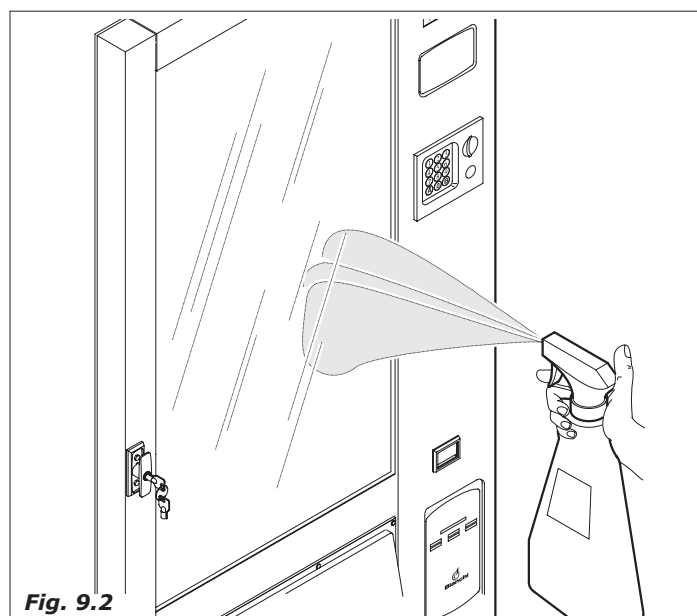

Fig. 9.2
- Com detergentes apositos limpar dentro e fora la porta (Fig. 9.2).